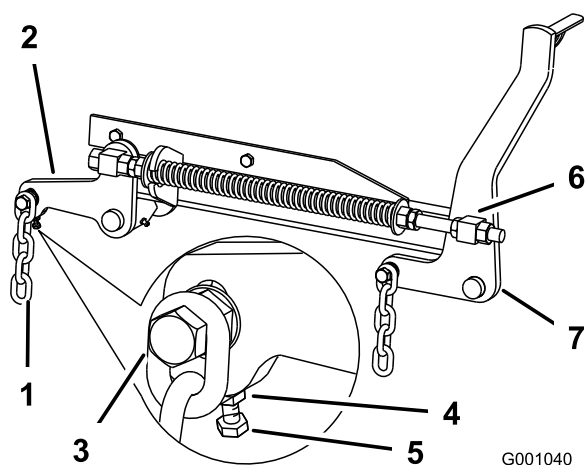

Figure 64
7. Si la distance mesurée au point **B** ou **C** n'est pas correcte, desserrez le boulon de fixation de la chaîne arrière au bras de support arrière (Figure 64).
8. Desserrez l'écrou de blocage sous le bras de support arrière et agissez sur le boulon de réglage de manière à obtenir une distance de 80 à 83 mm (3-1/8 à 3-1/4") (Figure 64).
7. Desserrez d'environ 13 mm (1/2") les écrous de blocage à l'avant des pivots avant gauche et droit (Figure 64).
8. Réglez les écrous de relevage sur les côtés gauche et droit de la machine de manière à abaisser l'avant de 6 à 10 mm (1/4 à 3/8") au point **A** par rapport au point **B** à l'arrière (Figure 64).